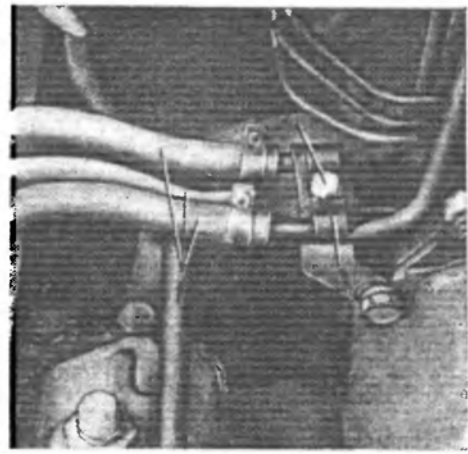

Рис. 1. Крепление топливопроводов:
43. Подсоедините шланги 1 (см. рис. 1) к питающим и дренажным топливопроводам, затяните хомуты. Закрепите топливопроводы скобой 3, вверните болт 2 с пружинной шайбой	Ключ 13 мм, отвертка